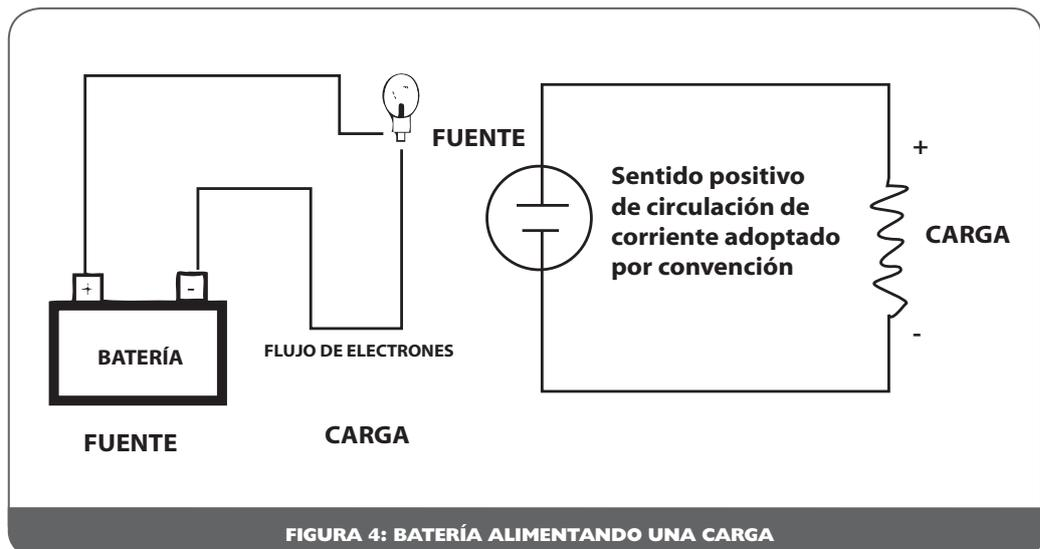

FIGURA 4: BATERÍA ALIMENTANDO UNA CARGA
En el circuito de la figura 4, la batería lleva la corriente a través de una carga. La batería es la fuerza detrás de la corriente. Esta fuerza en un circuito eléctrico se llama la fuerza electromotriz (abreviado f.e.m.). La corriente sale del terminal positivo de la batería, fluye a través de las cargas y vuelve al terminal negativo de la batería. En este proceso se transfiere energía desde la batería a las cargas. La fuerza electromotriz de la batería se mide en términos de la energía transferida. La unidad de fuerza electromotriz es el voltio (V).